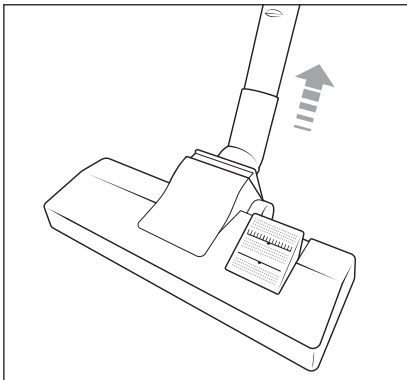

Abb. 7
- ◆ Um die Bodenbürste **14** vom Teleskopsaugrohr **16** zu entfernen, ziehen Sie das Teleskopsaugrohr **16** von der Bodenbürste **14** ab (siehe Abb. 7).